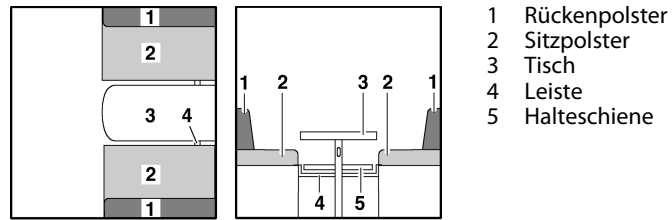

Bild 100 Vor dem Umbau
- Tisch (Bild 100,3) zum Bettunterbau umbauen (siehe Abschnitt 7.7).
- Je nach Modell die Leiste (Bild 100,4) einlegen oder nach innen ziehen. Die Leiste ist richtig positioniert, wenn sie die Tischplatte ca. 15 - 20 cm hinter dem Tischfuß abstützt.